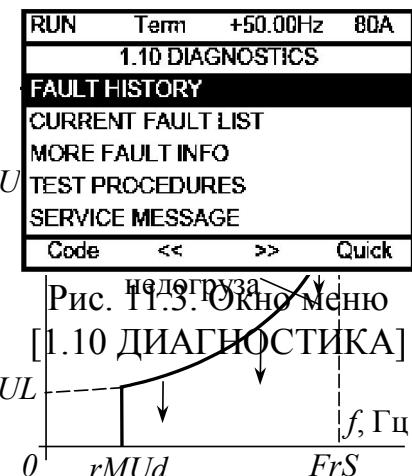

Рис. 11.2. Зона недогруза
**Контроль недогрузки** обеспечивается параметрами подменю ULd-, [PROCESS UNDERLOAD], [НЕДОГРУЗКА ПРОЦЕССА]. Недогрузка обнаруживается (неисправность ULA), если в установившемся режиме в течение времени ULt момент двигателя ниже порога, заданного зависимостью (рис. 11.2)